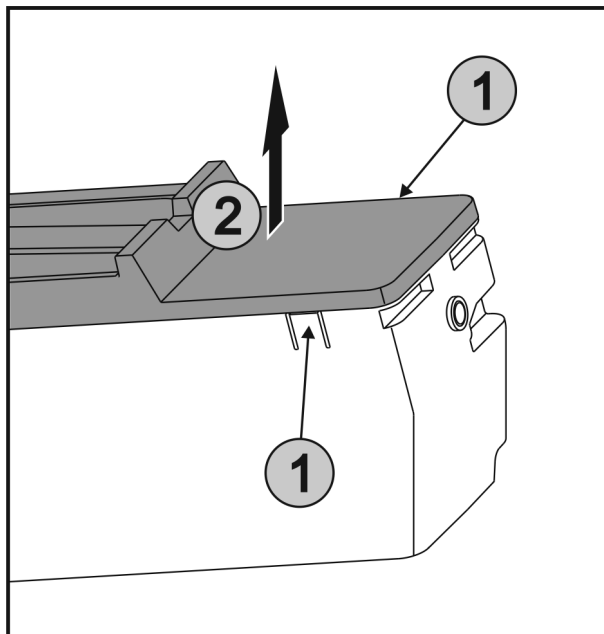

Fig. 68
- ▶ Premere contemporaneamente le linguette Fig. 68 (1) su entrambi i lati di EasyTwist-Ice e rimuovere la copertura sollevandola verso l'alto Fig. 68 (2).